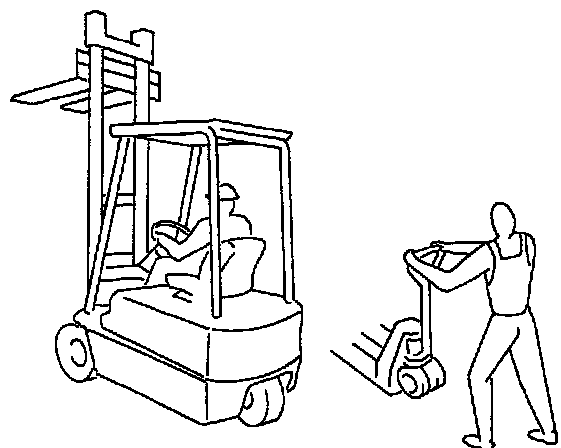

Abb. 17
- Gabelstapler oder Palettenhubwagen (Abb. 17).